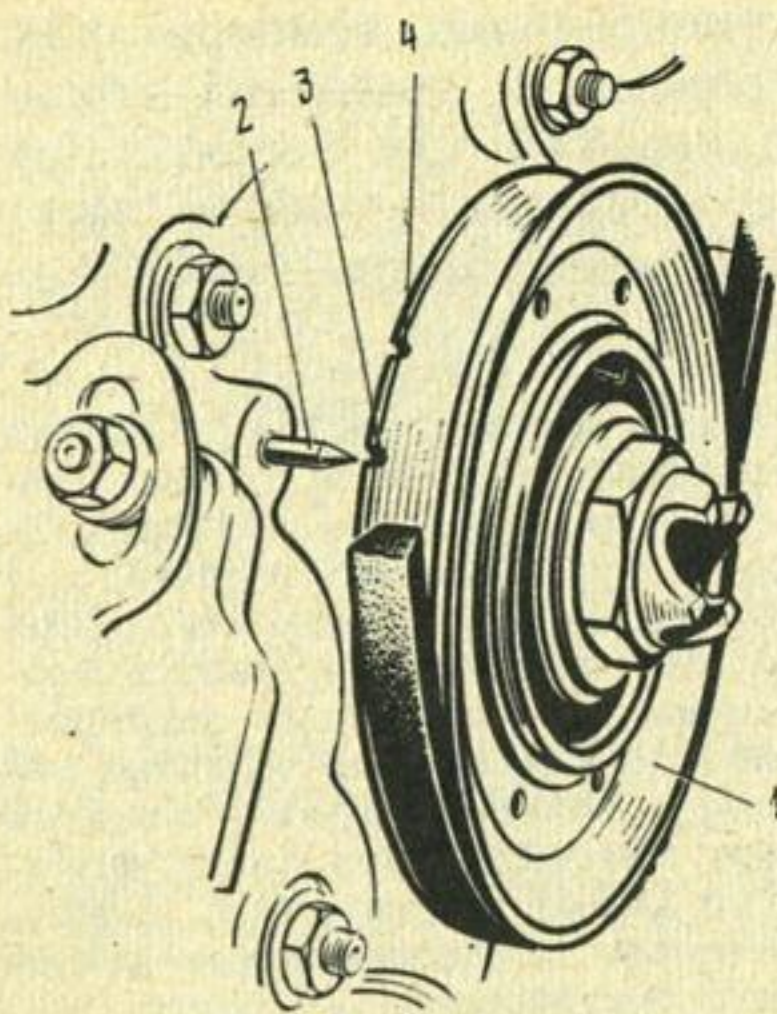

Рис. 6. Установочные метки на шкиве коленчатого вала:
2. Установите поршень первого цилиндра (считая от радиатора) в верхнюю мертвую точку (в. м. т.) такта сжатия (оба клапана закрыты), провернув пусковой рукояткой коленчатый вал двигателя так, чтобы метка 3 (рис. 6) (вторая при отсчете по направлению вращения коленчатого вала), нанесенная на шкиве 1 и имеющая форму конусного углубления, совместилась с острием штифта 2, закрепленного на нижней крышке картера вала привода механизма газораспределения.
При этом первая метка 4 (см. рис. 6) на шкиве коленчатого вала должна совпасть с острием установочного штифта 2.